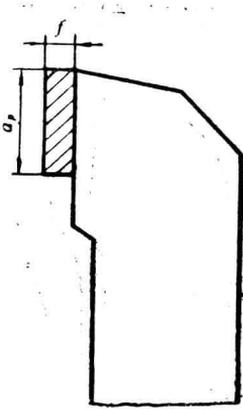
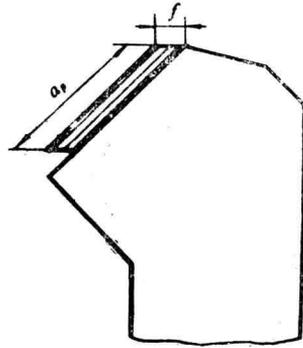

图16
图17
60. 试分析如图16、图17所示的切削面积  $A_c = a_p \cdot f$  相同情况下，分别改变  $f$ 、 $a_p$  和  $K_r$  时，对切削力、切削热、切削温度、刀具磨损及刀具耐用度的影响情况。